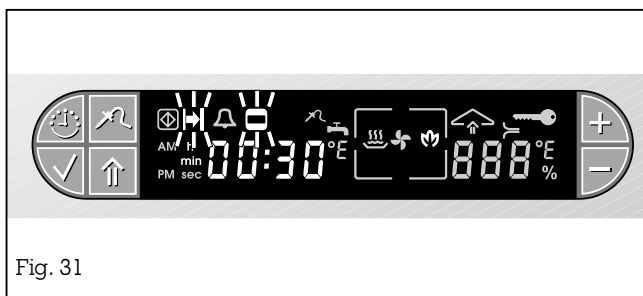

Fig. 31
- Sul display appare il simbolo 🧽 (Pulizia) ed i simboli ⌚ (Durata) e ◼ (Tempo di cottura) lampeggiano (Fig. 31).